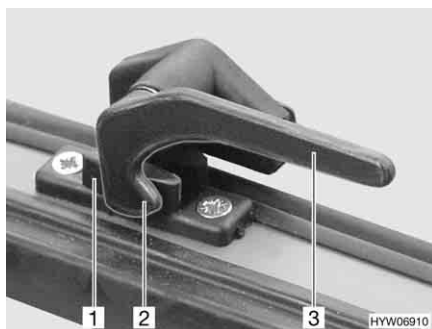

Fig. 38 Leva di serraggio (posizione "Chiusa")
- Ruotare la leva di serraggio (Fig. 38,3) di un quarto di giro verso il centro della finestra.
- Ruotare la leva di serraggio (Fig. 38,3) di un quarto di giro verso il telaio della finestra. Il nasello di chiusura (Fig. 38,2) si trova sul lato interno della chiusura della finestra (Fig. 38,1).
- In posizione "Completamente chiusa" (Fig. 38).